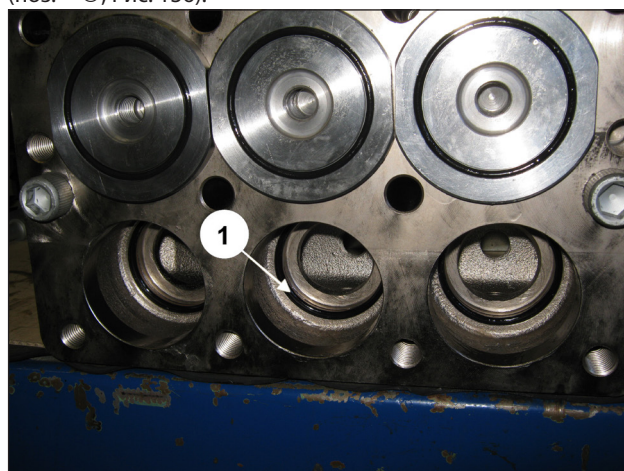

Рис. 136
Убедитесь, что уплотнительное кольцо O-ring и антиэкструзионное кольцо хорошо сели на свои места (поз. ①, Рис. 136).